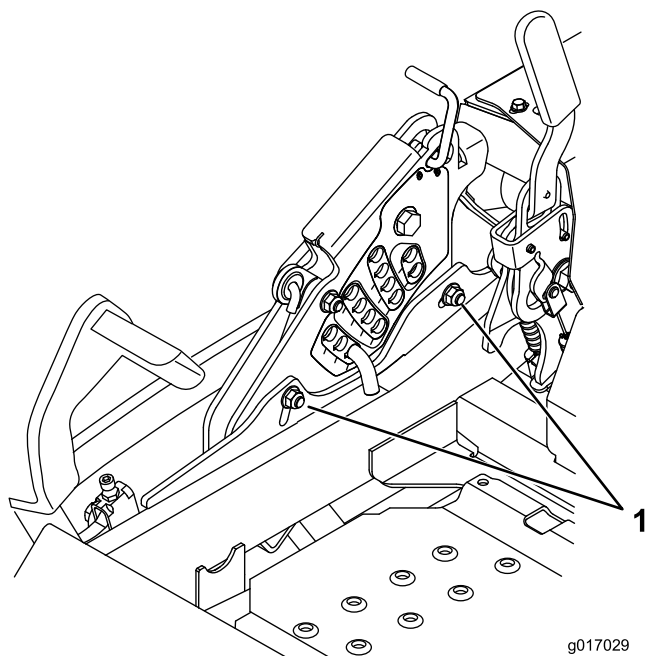

Figure 88
12. Pour régler le système monopoint, desserrez les deux boulons au bas de la plaque de hauteur de coupe Voir la Figure 88.
14. Serrez les deux boulons au bas de la plaque de hauteur de coupe (Figure 88). Serrez à un couple de 37 à 45 Nm.